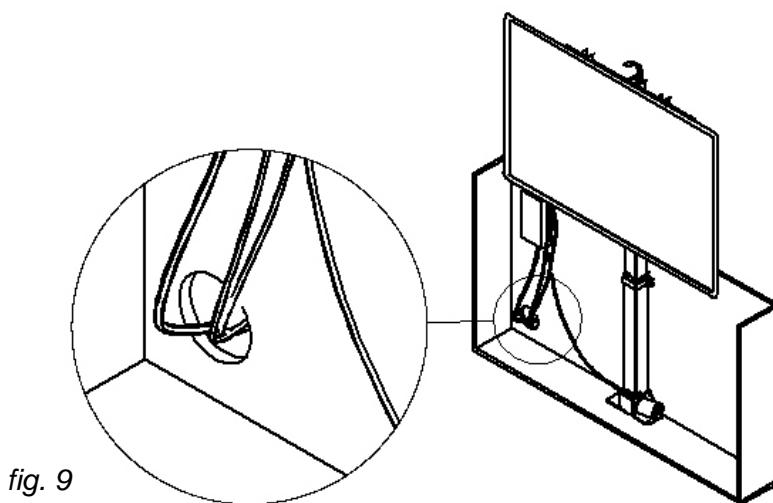

fig. 9
**OBS:** Kom ihåg att ansluta alla kablar när lyften är i högt läge (fig. 9) – på så sätt säkerställer du att kablarna har tillräcklig längd.